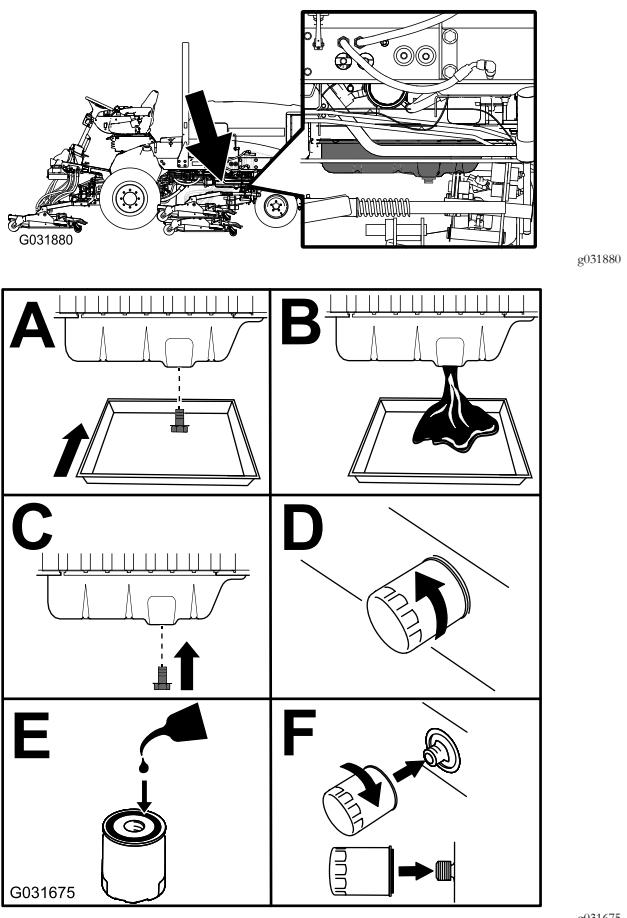

Figura 42
3. Substitua o filtro e o óleo do motor (Figura 42).